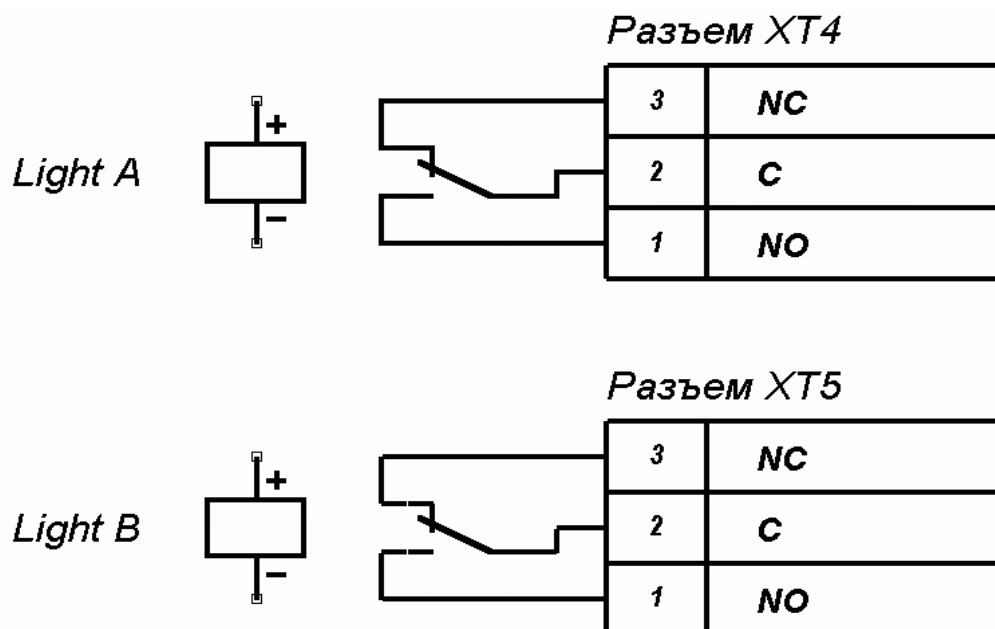

Рисунок 8 – Выходные каскады для Light A и Light B
5.9.4 Выносные индикаторы подключаются на клеммные колодки "ХТ4" (Light A) и "ХТ5" (Light B). При этом реле Light A (Light B) активизировано (на его обмотку подано напряжение), когда горит соответствующая данному направлению прохода зеленая стрелка на световом табло, и нормализовано (на его обмотку напряжение не подано), когда соответствующая данному направлению прохода зеленая стрелка на световом табло не горит. Факт срабатывания/отпускания реле Light A и Light B можно определить по загоранию/гашению красных индикаторов, которые установлены вблизи указанных реле (см. рис. 3). Выходные каскады для Light A и Light B — перекидные контакты реле (см. рис. 8) со следующими характеристиками сигналов: